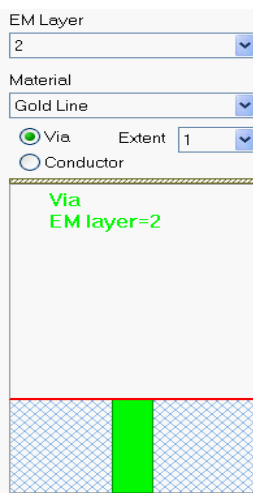

Рис. 6.22
- В менеджере топологии отметьте **Via**. В поле **EM Layer** введите **2**, в поле **Material** введите **Gold Line** и в поле **Extent** (Протяжённость) введите **1** (рис. 6.22).